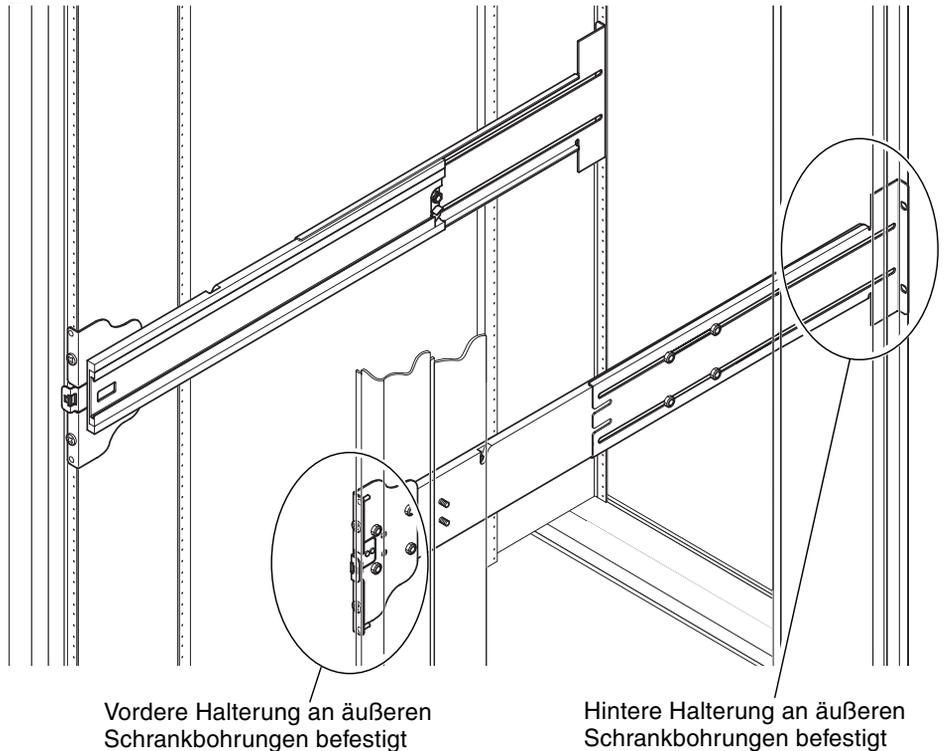

ABBILDUNG 1-5 Montieren der Schienenmodule in einem Sun Rack 900-Schrank bzw. einem 19-Zoll-Schrank mit vier Stützen
1. Stecken Sie die Stifte in der vorderen Halterung in die Schrankbohrungen 22 und 33 (ABBILDUNG 1-5).
1. Stecken Sie die Stifte in der vorderen Halterung in die Schrankbohrungen 58 und 69 (ABBILDUNG 1-5).
3. Befestigen Sie die hintere Halterung mit zwei UNF 10/32-Schrauben (ABBILDUNG 1-5).
4. **Befestigen Sie die vordere Halterung mit zwei UNF 10/32-Schrauben** (ABBILDUNG 1-5).